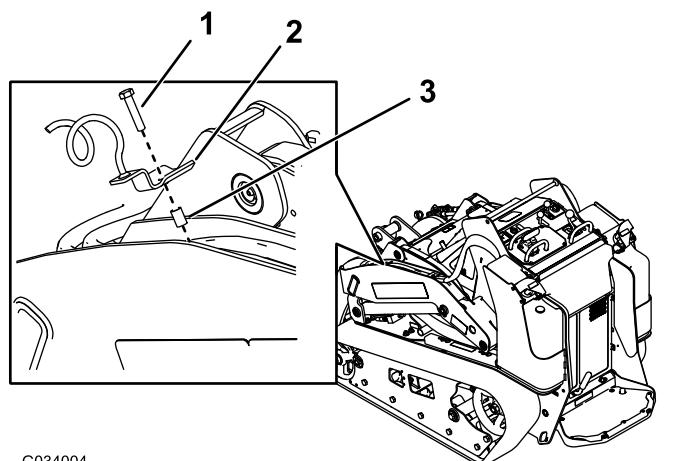

Figure 6
2. Fixez le guide-câble avec le boulon et l'entretoise de la plaque de maintien (Figure 6).